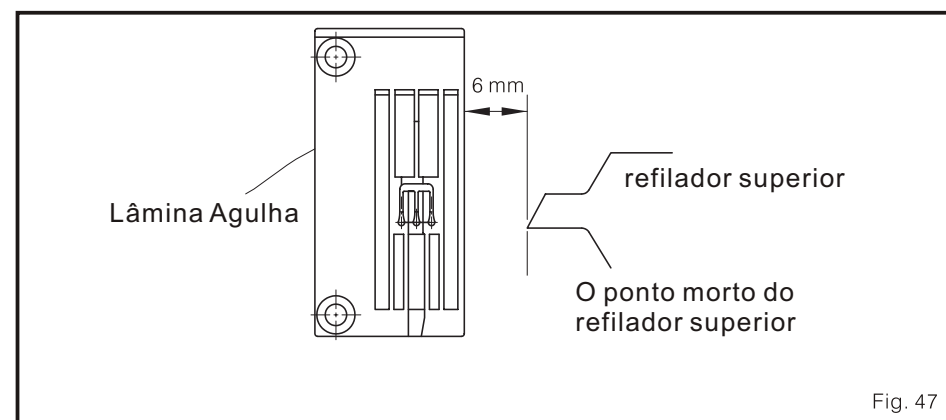

Fig. 47
3. A posição esquerda/direita do refilador superior quando está no ponto morto esquerdo ajuste-o de forma que fique a um 6 mm do lago direito da lâmina agulha. Depois de fazer isto, o refilador inferior mover à direita (Fig.47)